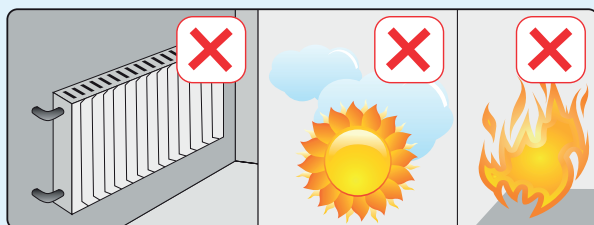

IMAGEN 5
Ponga a una distancia de fuentes de calor por lo menos (1) metro. (estufa, calentador, estufa eléctrica, etc.) (Imagen 5)